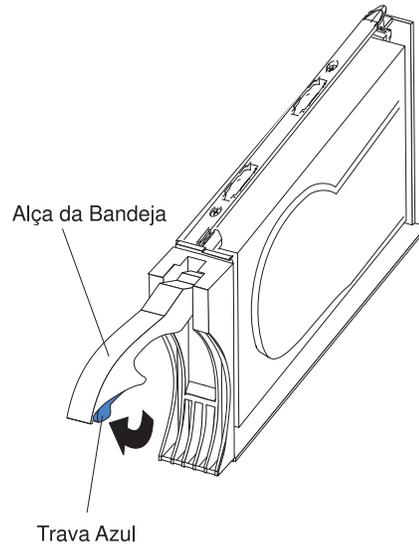

Figura 37. Trava de CRU da unidade
- b. Puxe a alça da bandeja para fora a fim de que fique na posição aberta, conforme mostrado na Figura 37.
- a. Pressione o lado de dentro da parte inferior da alça da bandeja para soltar a trava azul, conforme mostrado na Figura 37 na página 43.